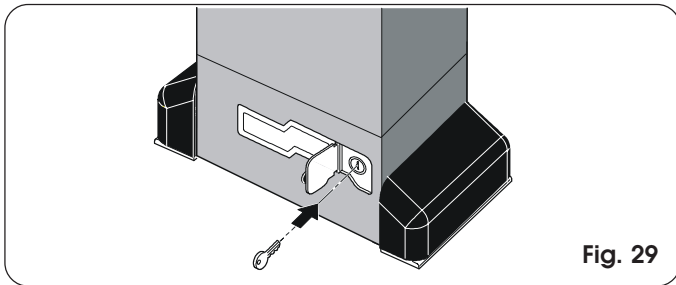

Fig. 29
- 2) Aprire lo sportellino di protezione ed inserire l'apposita chiave in dotazione nella serratura (Fig. 29).